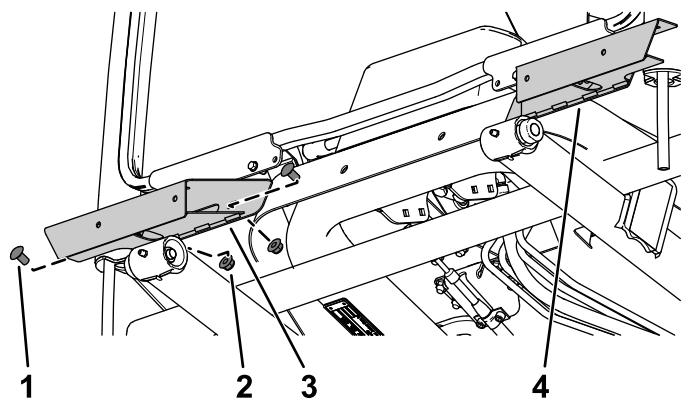

Figura 14
1. Fissate la base del faro sinistro e di quello destro sul telaio della macchina utilizzando 2 bulloni a testa tonda (3/8" x 3/4") e 2 dadi di bloccaggio (3/8") per ciascun lato (Figura 14).